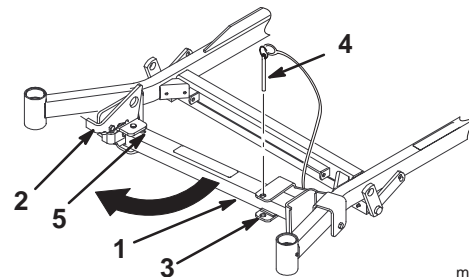

Figure 23
2. Retirez la goupille du support (Fig. 23).
3. Soulevez le verrou. Déployez le pied du support et poussez le support vers la machine, au bas de la fente (Fig. 23 et 24).
4. Ramenez le support à sa position de repos (Fig. 23).